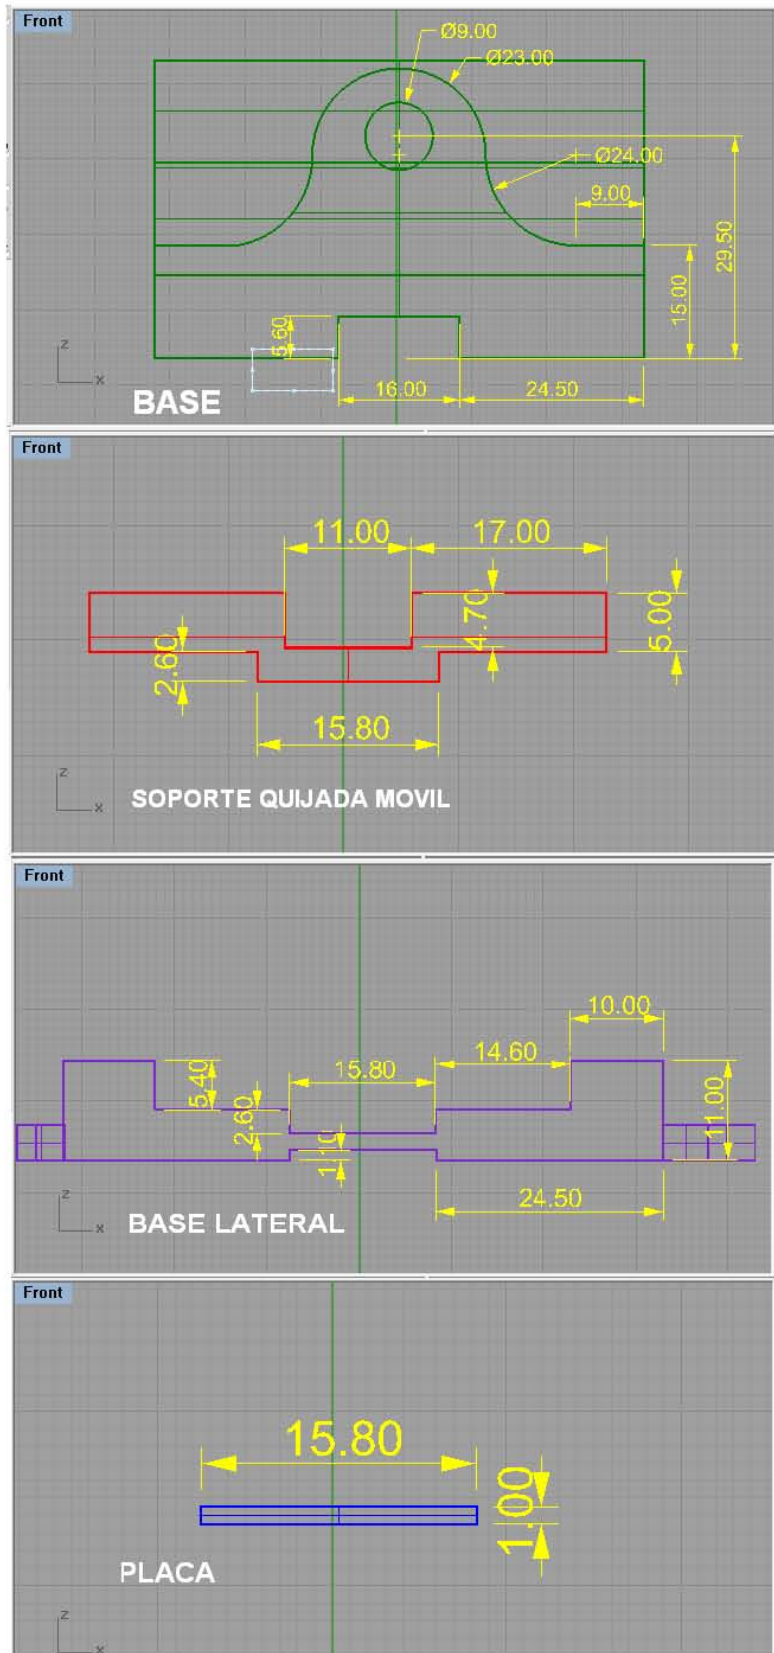

Figura 5.49
2.- Realizar el perfil de la base en la ventana frontal según las dimensiones dadas en la figura 5.49.